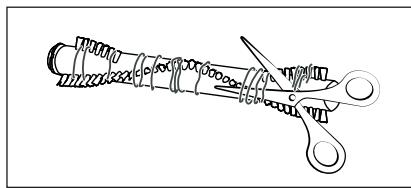

Fig. 28
- 4) Klip trævler og hår langs børsterne til børsterullen 20 igennem med en saks (se fig. 28). Fjern trævler og hår fra børsterullen 20.